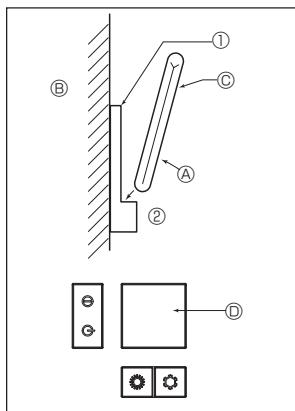
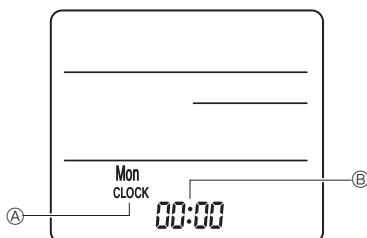

Fig. 7-7
Fig. 7-8
2) Método de instalación (Fig. 7-7)
- ① Fije el soporte del mando a distancia en el lugar deseado con 2 tornillos roscados.
- ② Coloque el extremo inferior del mando en el soporte.
- ③ Mando a distancia ④ Pared ⑤ Panel de visualización ⑥ Receptor
3) Configuración (Ajuste del reloj) (Fig. 7-8)